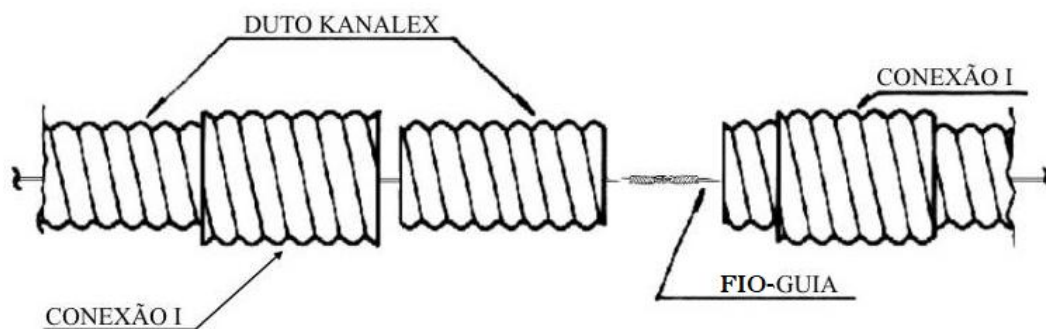

Figura 42
- Rosquear duas conexões I (Figura 42);